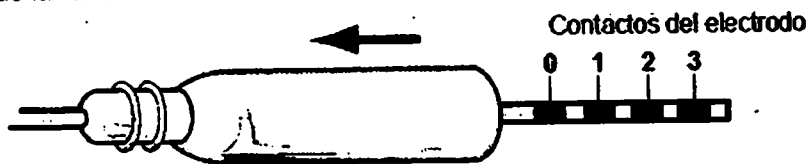

Figura 13. Coloque la funda del conector sobre el electrodo.
1. Coloque la funda del conector sobre el extremo expuesto del electrodo (Figura 13).